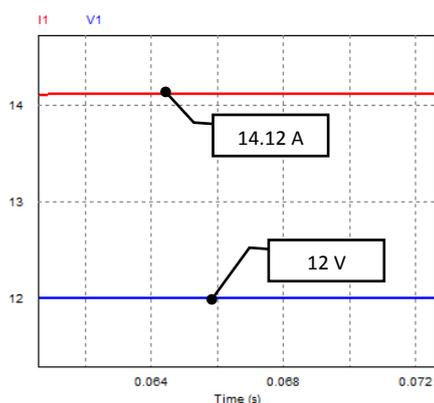

Figure 2
1. Dans l'essai 1 (figure 2), la charge **RL** est alimentée par une **tension continue**, donc un **courant aussi continu** qui circule. Exprimer l'équation différentielle régissant l'évolution du courant  $i(t)$  en fonction de  $L$ ,  $i(t)$ ,  $R$  et  $u(t)$ . Simplifier cette équation différentielle en considérant que le courant est quasiment constant  $i(t)=I$ . Connaissant la valeur de  $U$  et  $I$  (à partir de figure 2), déduire alors la valeur de la résistance  $R$ .